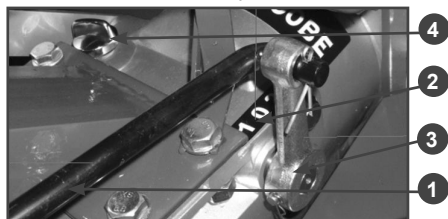

Рис. 13 Коробка передач мотоблока
Поместите мотоблок на ровную поверхность и снимите крышку-щуп (4) маслозаливной горловины на коробке передач (Рис. 13). Долейте масло, если уровень слишком низкий.
Номинальная скорость мотоблока на колесах на первой передней передаче до 5 км/ч, на второй – до 10 км/ч. Номинальная грузоподъемность 450 кг. Расположение коробки передач указано на Рис. 13.